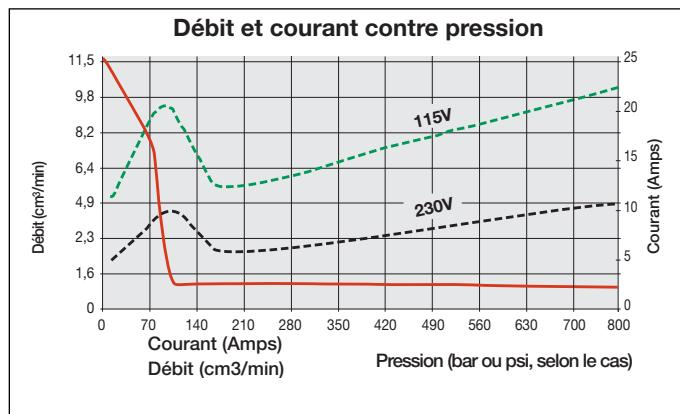

Figure 1, Courbe de débit
### 3.2 Courbes de débit (Voir figure 1) :
\*La consommation de courant réelle dépend de l'application. Voir la figure 1.
- Le sélecteur et la protection du circuit de la ligne d'alimentation doivent être fournis par le client. Le disjoncteur de ligne doit être à 115 % de la charge pleine courante du moteur à la pression maximale de l'application (voir la figure 1).